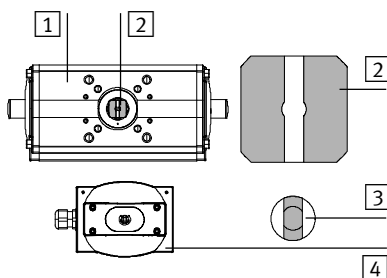

图 9
5. 借助适合的工具或联轴器校准传感器盒的轴，使其与联轴器及摆动驱动器的轴以所希望的方式相互交错卡住 (参见图 9 示例)。